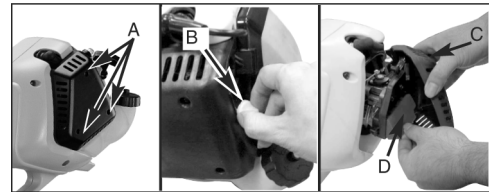

Fig. 10
1. Entfernen Sie die 3 Schrauben (A), welche das Luftfiltergehäuse halten, ziehen Sie die Startklappe (B) heraus, entfernen Sie das Gehäuse (C) und nehmen Sie den Luftfilter (D) aus dem Filtergehäuse (Fig. 10).